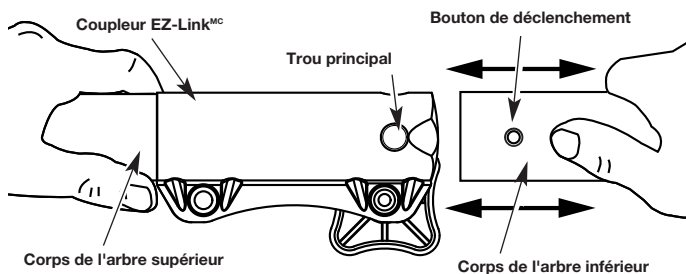

Fig. 17
2. Tenez fermement l'accessoire et enfoncez-le tout droit dans le coupleur EZ-Link^{MC} (Fig. 17).
3. Tenez fermement le corps de l'arbre supérieur et retirez l'accessoire de coupe ou autre du coupleur EZ-Link^{MC} (Fig. 17).